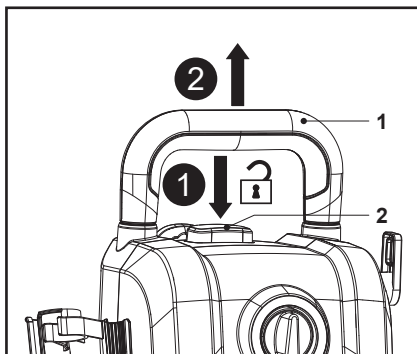

Fig. 15
1. Ține apăsat butonul de blocare a mânerului (2) și trage mânerul de transport (1) complet până se oprește (fig. 15).